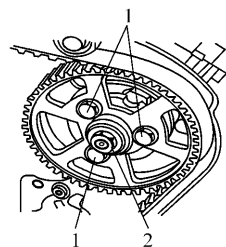

图 11-18 拆卸油泵螺栓
- 7) 拆卸油泵螺栓 1 (图 11-18) (注意螺母 2 不能松); 松开张紧轮螺母, 使得齿带松弛、与喷油泵带轮和凸轮轴带轮分离; 取出喷油泵传动带轮。